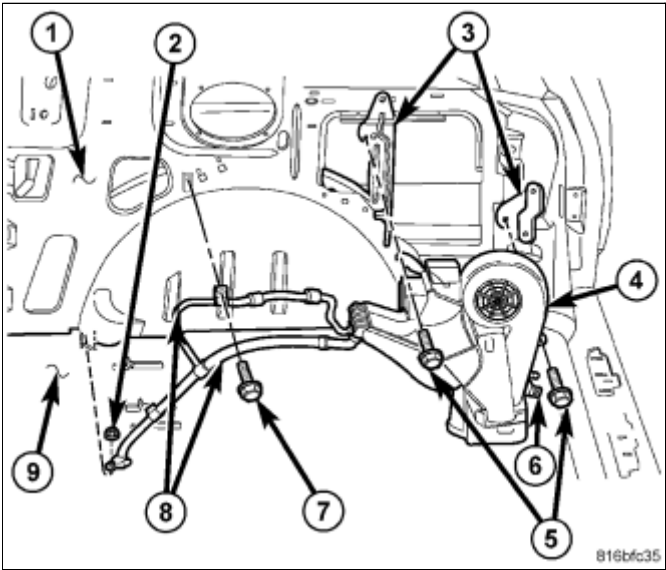

图 3 后HVAC壳体
- 15. 将车体电线线束从后HVAC电线线束插头分离(图 3)。